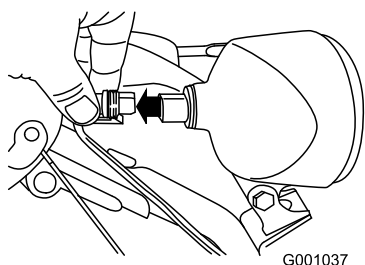

Bild 55
- Nehmen Sie den Kabelanschluss hinten am Scheinwerfer ab (Bild 55).